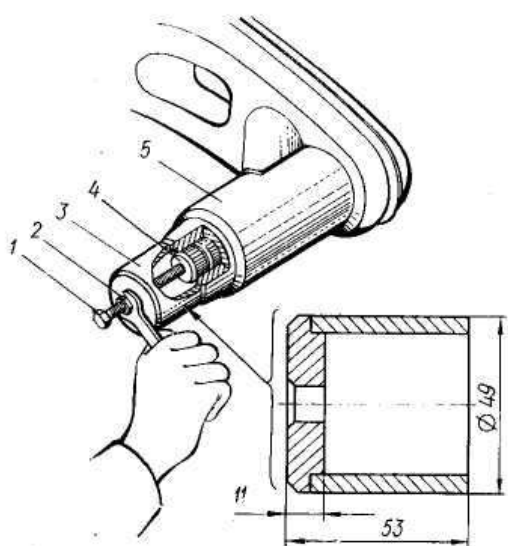

Рис. 174. Снятие торсиона:
- извлеките наружный обломок и (с противоположной стороны оси) целый торсион с помощью съёмника (рис. 174);
- с помощью съёмника (рис. 174) извлеките торсион до разъединения шлицев. Рычаг подвески при этом своим кронштейном должен лечь на ограничитель хода колеса;
1 — болт M12x100; 2 — гайка M12 (высота 16 мм); 3 — стакан (рис. 174); 4 — шкворень поворотного кулака; 5 — рычаг передней подвески